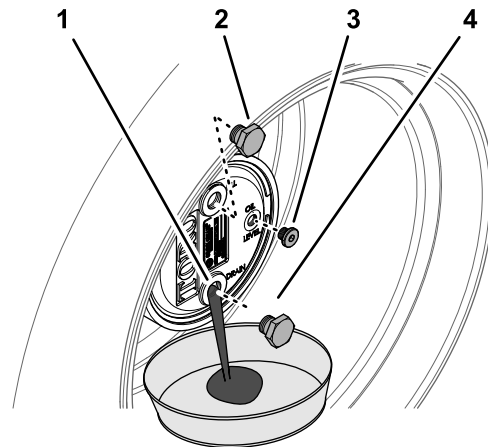

図 139
2. 補給プラグが時計の 12 時を指し、点検プラグが 3 時の位置を指すようにマシンを駐車する 図 139。
3. プラネタリハブの下にオイル回収容器を置き、6 時の位置にあるドレンプラグを外してオイルを抜く 図 139。
5. プラネタリハウジングのドレン穴にプラグを取り付ける 図 139。